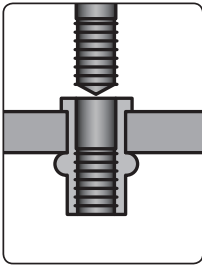

Abb. 7
7) Ändern Sie anschließend die Drehrichtung nach links, lösen Sie den Nietadapter, damit dieser sich drehen kann, und durch Inbetriebsetzung der Bohrmaschine schrauben Sie den Adapterschaft aus der Nietmutter heraus (Abb. 7).